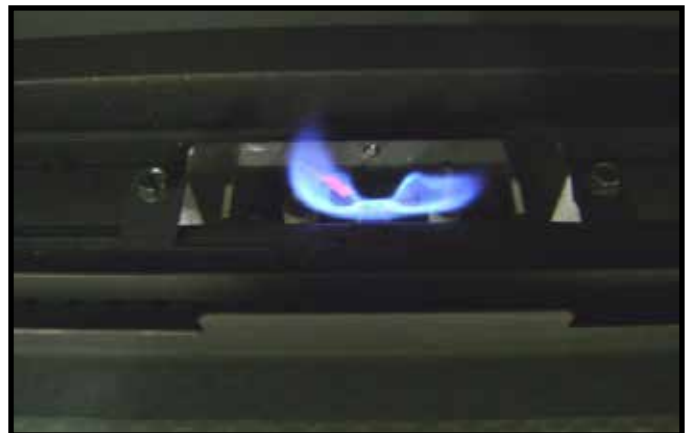

Figure 3.1 Modèles de flamme de la veilleuse IPI
- Inspectez la qualité de la flamme de la veilleuse. Voir la figure 3.1. pour le modèle approprié de flamme de la veilleuse. Nettoyez ou remplacez l'orifice si nécessaire.